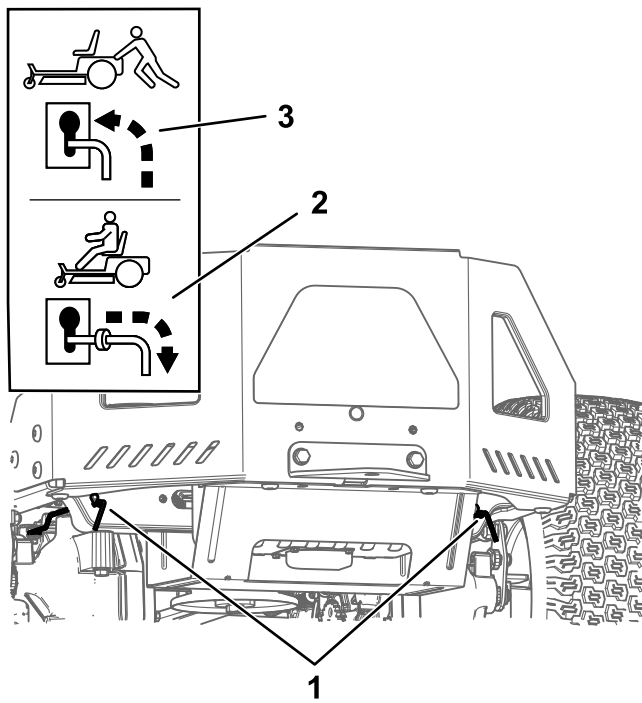

Figure 31
4. Déplacez les deux leviers de dérivation en avant dans la fente, puis vers le bas pour les verrouiller en position (Figure 31).